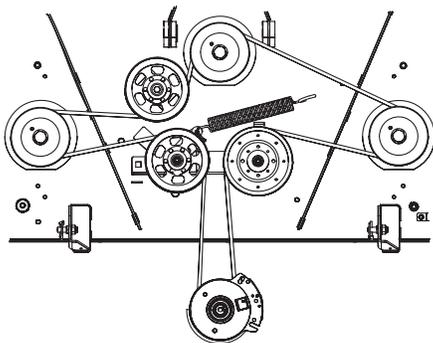

Figura 4-19
- Coloque la correa alrededor de las poleas locas que extrajo en el paso 3 con el lado en "V" orientado hacia adentro. Una vez que todo esté en su lugar, vuelva a colocar los elementos de ferretería y ajuste la tuerca de seguridad con brida para sujetar el conjunto. Vea la Figura 4-19.
- Pase la correa como se indica en la Figura 4-19 y vuelva a instalar la plataforma (consulte Instalación de la plataforma).